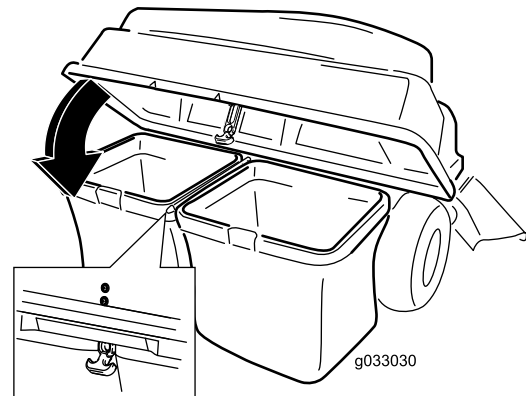

Figura 22
5. Baje la tapa del ensacador sobre las bolsas (Figura 22).
6. Sujete la tapa con el cierre (Figura 22).